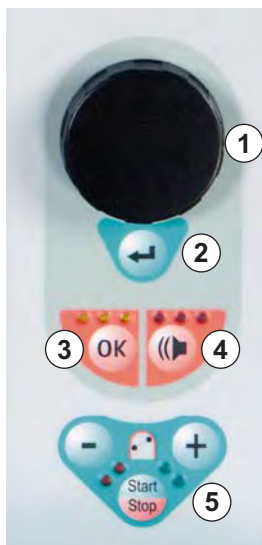

Abb. 3-8 Bedienelemente am Monitor
Der **Drehknopf** (Abb. 3-8, ①) bewegt den Cursor auf dem Bildschirm.